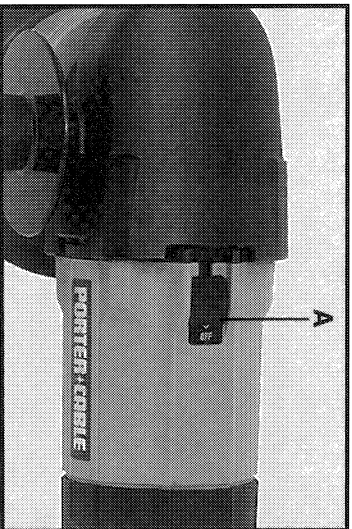

Fig. 1
- PRECAUCION:** Asegúrese que el interruptor (A), Fig. 1 esté apagado, "OFF". Asegúrese que la electricidad del circuito sea la misma que la indicada en la placa de especificaciones de la lijadora.
- Empuje el interruptor, (A), Fig. 1, hacia adelante para poner el motor en marcha. Empújelo hacia atrás para parar el motor.